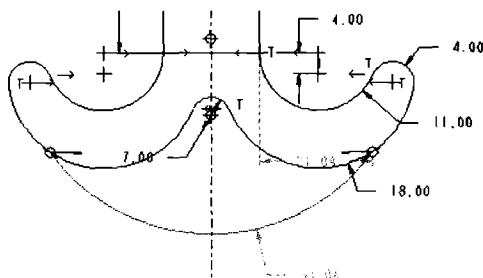
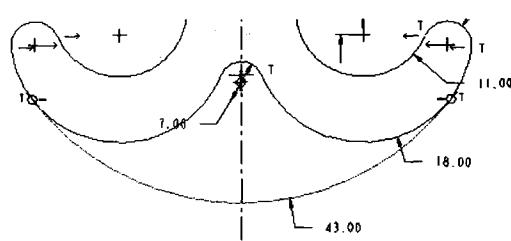

图 1-30 绘制圆弧
图 1-31 修改尺寸
(15) 单击 圆弧 按钮，绘制如图 1-30 所示的圆弧，并将圆弧半径改为 43，完成后的圆弧如图 1-31 所示。